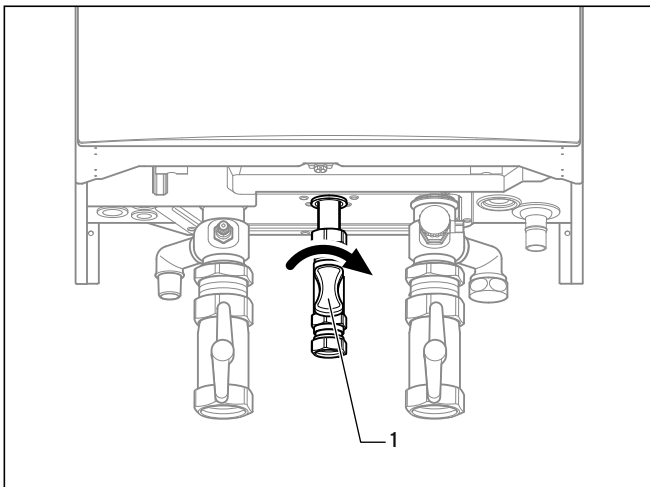

Fig. 2.1 Luk gasafspærringshanen
- Luk gasafspærringshanen (1, fig. 2.1) på enheden!